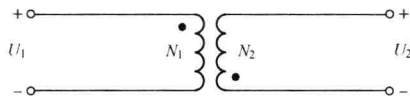

图 A-4
Lc1A5153 如图 A-4 所示耦合电路中, N_1 和 N_2 为绕组匝数, 则电压 $U_2/U_1 =$ (C)。